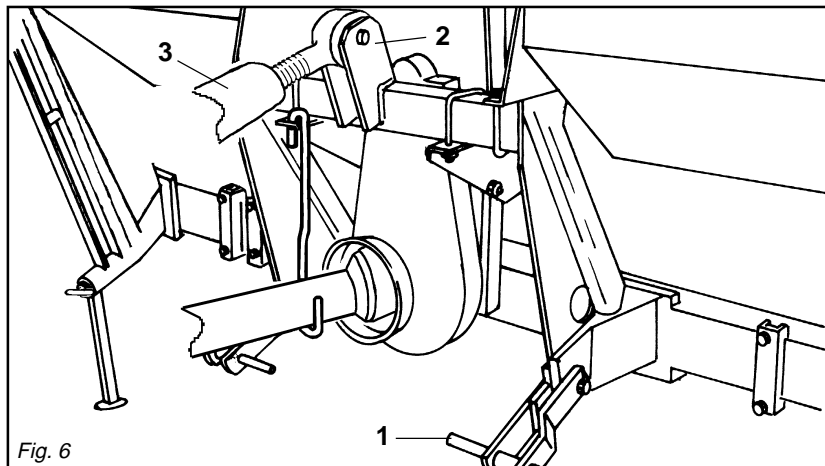
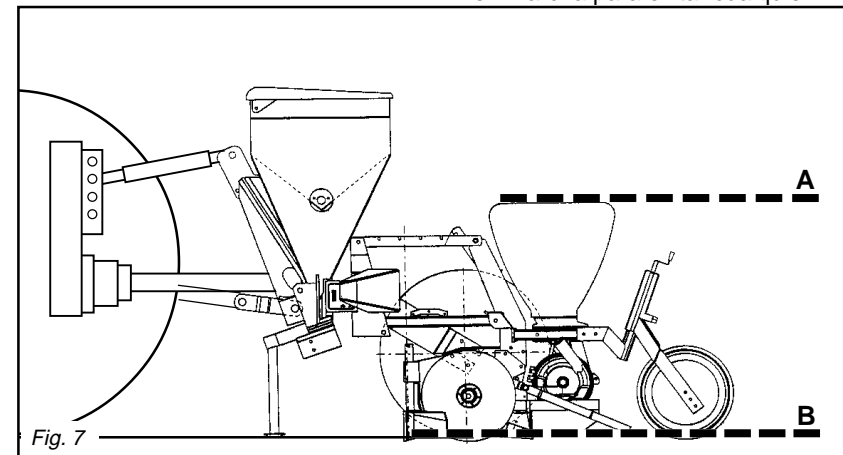

Fig. 6
Fig. 7
- 1) Agganciare le barre del sollevatore sui perni predisposti (1 Fig. 6). Bloccare con le copiglie a scatto.
- 1) Hook the lifter bars on the preset pins (1 fig. 6). Block with the snap split pins.
- 1) Die Kraftheberstangen in die vorhandenen Bolzen einhängen (1 Abb. 6). Mit den Einrast-Splints blockieren.
- 1) Accrocher les barres de l'élevateur aux pivots prévus à cet effet (1 Figure 6). Bloquer par les goupilles à encliquetage.
- 1) Enganchar las barras del elevador en los pernos predispuestos (1 Fig. 6). Bloquear con el pasador de muelle.
3) Collegare il terzo punto superiore (2 Fig. 6); la spina va bloccata con l'apposita copiglia; mediante il tirante di regolazione (3 Fig. 6) fare in modo che i seminatori siano paralleli al terreno (Fig. 7).
3) *Connect the third upper point (2 fig.6); the pin will be blocked with the appropriate split pin; use the adjustment tie-rod (3 fig. 6) to keep the seeders parallel to the ground (fig. 7).*
3. Den oberen dritten Punkt (2 Abb. 6) ankuppeln; der Stift muß durch seinen Splint blockiert werden; mit der Einstellzugstange (3 Abb. 6) die Säeelemente parallel zum Boden ausrichten (Abb. 7).
3) *Relier le troisième point supérieur (2 Figure 6); bloquer la cheville par la goupille "ad hoc". Positionner les semoirs parallèlement au sol (Figure 7) par l'entretoise de réglage (3 Figure 6).*
3) Conectar el tercer punto superior (2 Fig. 6); la clavija tiene que bloquearse con el pasador al efecto; a través del tensor de regulación (3 Fig. 6), poner los sembradores en paralelo con el terreno.